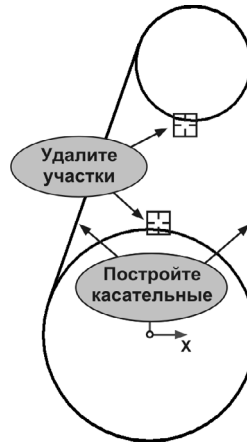

Рис. 66.23.
4. Постройте два отрезка, касательные к окружностям. Из предложенных системой четырех вариантов касания создайте только наружные отрезки (рис. 66.23).